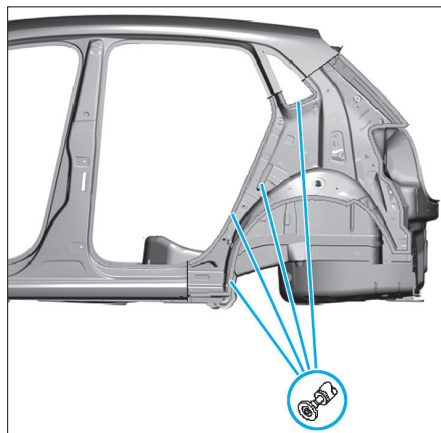

FIG. 93
- Retirer les morceaux de tôle restants (Fig.93).